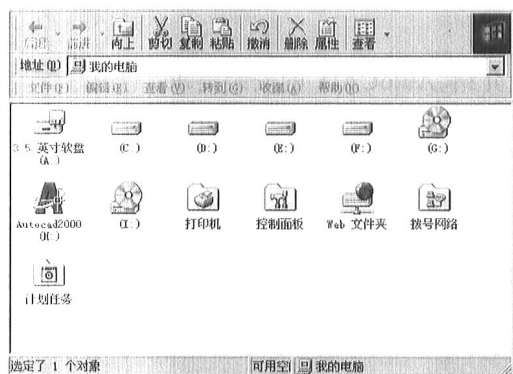

图 1-1
3) 用鼠标双击我的电脑，打开“我的电脑”窗口，如图 1-1 所示。